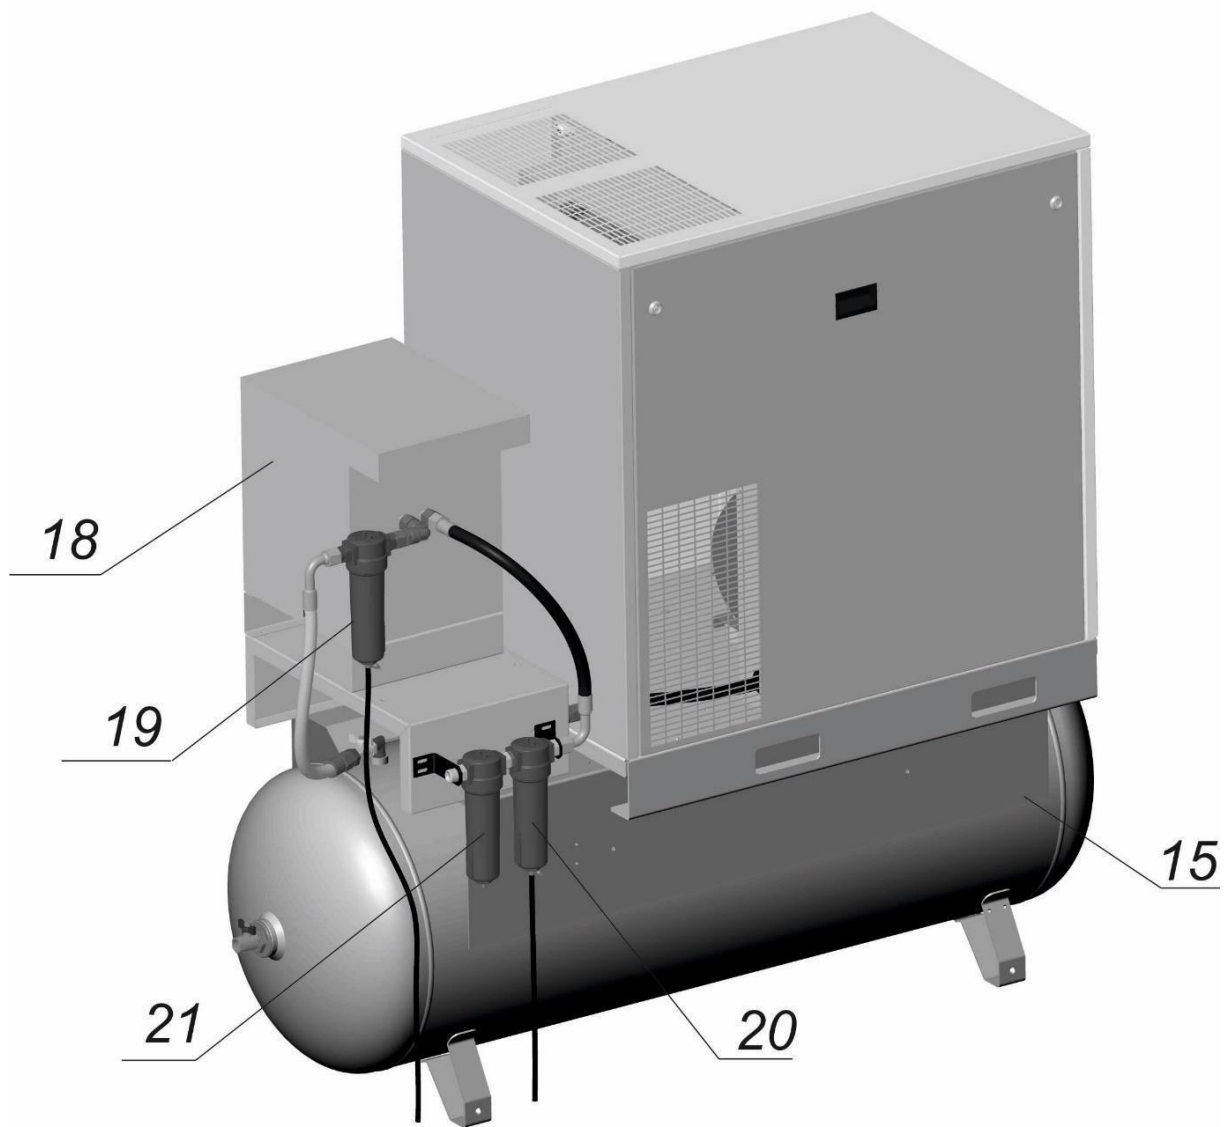

Рисунок 4 – Общий вид компрессорной установки ВК20Т-16-500Д2
**19 – Фильтр сжатого воздуха (3мкм)** (см. рисунок 4) предназначен для удаления из воздуха, поступающего в осушитель, капельной влаги, твердых частиц и масла.
**20 – Фильтр сжатого воздуха (микрофильтр, 0,1мкм)** (см. рисунок 4) предназначен для устранения твердых частиц, воды, масла, углеводородов и паров.
**21 – Фильтр сжатого воздуха (микрофильтр, 0,01мкм)** (см. рисунок 4) предназначен для устранения твердых частиц, воды, масла, углеводородов и паров.